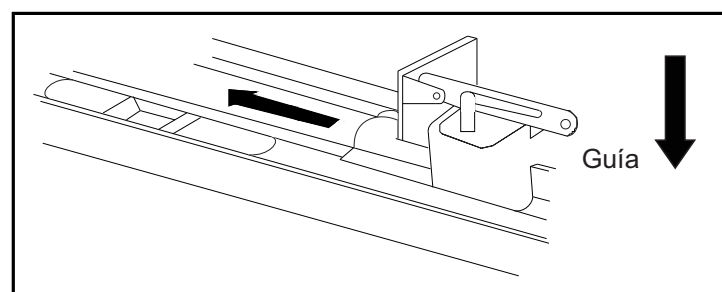

Fig.5
- Riel de Aluminio (Fig. 5):** Inserte el Carro dentro del Riel en la abertura que se encuentra al final del Riel, asegúrese que la palanca de desbloqueo quede viendo hacia el Abrepuertas de Garage, deslice el Carro a lo largo del Riel hasta que bloquee con la Unión de Cadena.